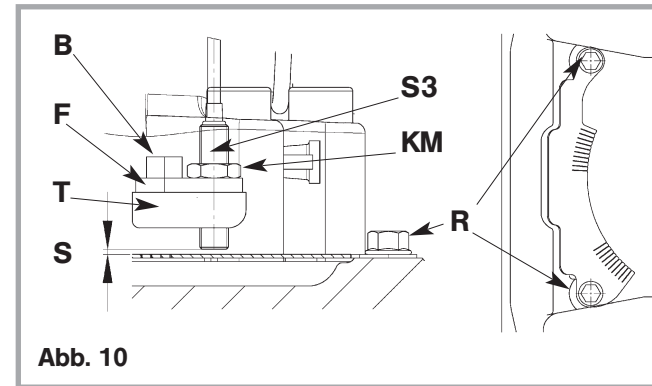

Abb. 10
- Der nicht gekennzeichnete Sensor **S3** ist vormontiert und muss evtl. bei der Montage eingestellt werden (Abb. 10).